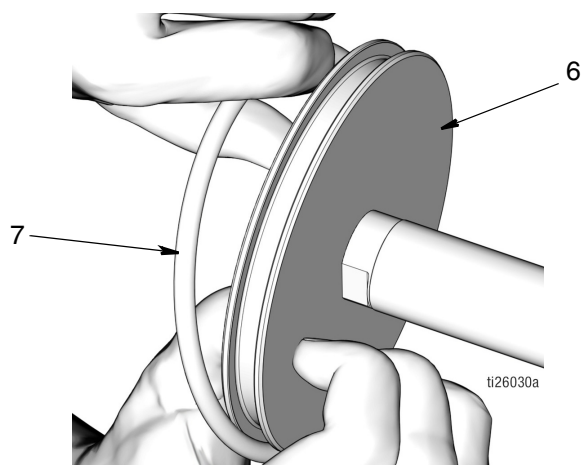

FIG. 50
- Applicare un sottile strato di grasso all'O-ring (7). Montare l'O-ring (7) intorno al pistone (6) come indicato in FIG. 50.